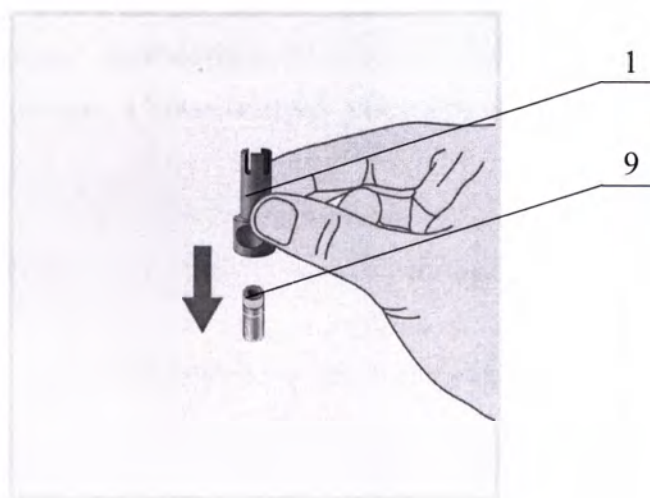

Рисунок 17 – Защитный колпачок выпал
Приспособление для снятия защитного колпачка с иглы шприца (1) выйдет из держателя шприца (3) с защитным колпачком (9) внутри. Переверните приспособление для снятия защитного колпачка с иглы шприца (1), чтобы защитный колпачок (9) выпал (рисунок 17). Если защитный колпачок (9) застрял внутри приспособления для снятия защитного колпачка с иглы шприца (1), в таком случае для выпадения защитного колпачка (9), необходимо приспособление для снятия защитного колпачка с иглы шприца (1) несколько раз интенсивно встряхнуть или слегка ударить по столу.